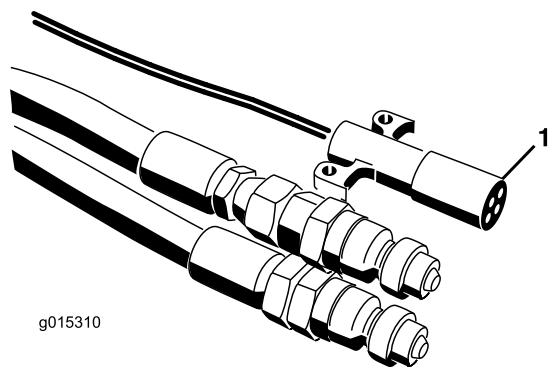
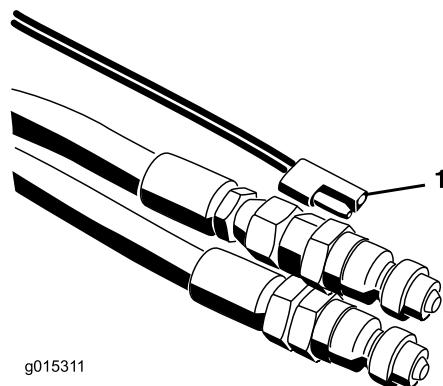

Рисунок 21
Рисунок 22
7. Подключите жгут проводов питания к буксируемому автомобилю (Рисунок 21 и Рисунок 22). На моделях SH поместите подвесной двухпозиционный выключатель в пределах досягаемости с сиденья водителя. Убедитесь, что выключатель находится в положении «Выкл.».